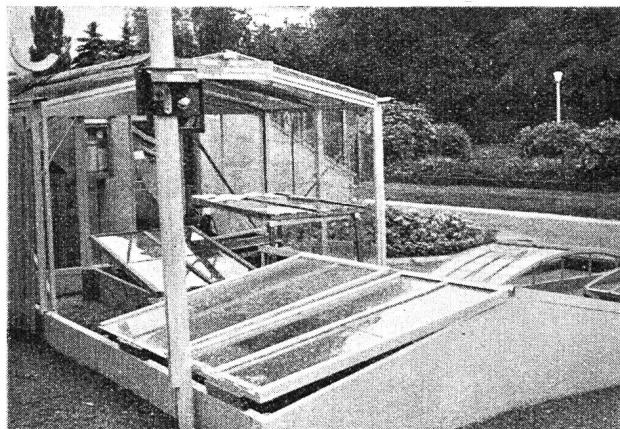

Abb. 76 Universal-Fensterhaus mit elektrischer Boden- und Luftheizung.
3. Ein Universal-Fensterhaus (Abb. 76), das im Frühjahr mit elektrischer Boden- und Luftheizung als Sattelkasten für Topfpflanzen, Anzuchten usw. Verwendung finden soll, während im Herbst daraus durch Verwendung von Treibbeetenstern ein Haus erstellt wird, in dem auf einfachste Weise ein Luftheizkabel installiert wird. Die Einrichtung kann so für Dahlien, Chrysanthemen, Tomaten-Spätkulturen benutzt und meistens bis gegen Ende November frost-